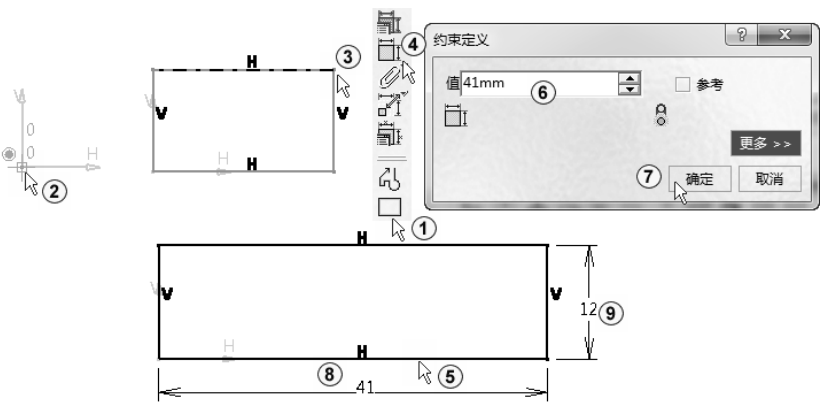

图 2-11 绘制矩形
从特征树中选择“zx 平面”，单击“草图”按钮，进入草图绘制模式。单击屏幕最下方的“全部适应”按钮，单击“矩形”按钮，如图 2-11 中①所示。在工作区中捕捉到原点（出现符号时按时鼠标左键），如图 2-11 中②所示。然后移动鼠标到适当的位置后单击，绘制出矩形，如图 2-11 中③所示。为了避免尺寸过大或者过小或者欠约束等而导致移动时图形变形得太严重，初学者最好先标注尺寸。
单击“约束”按钮，如图 2-11 中④所示。先选中矩形的一条水平线，如图 2-11 中⑤
所示。然后移动鼠标，出现尺寸约束，移动到合适位置单击，完成尺寸约束标注，双击尺寸，系统弹出“约束定义”对话框，在“值”文本框内输入 41，如图 2-11 中⑥所示，单击“确定”按钮，结果如图 2-11 中⑦⑧所示。用同样的方法标注矩形边的长度，如图 2-11 中⑨所示。